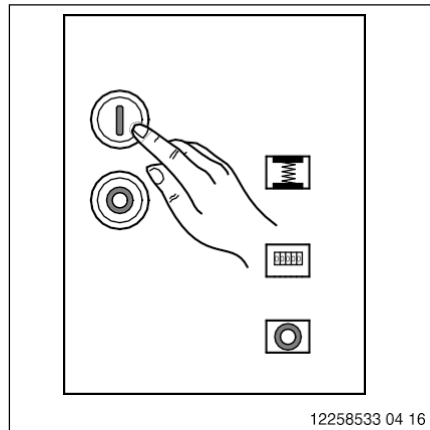

Fig. 52
**9** Poniți întrerupătorul. Pentru aceasta, apăsați butonul ON (I) de pe panoul de comandă al întrerupătorului (Fig. 52). Indicatorul acumulatorului cu arc sare la poziția RELAXAT.